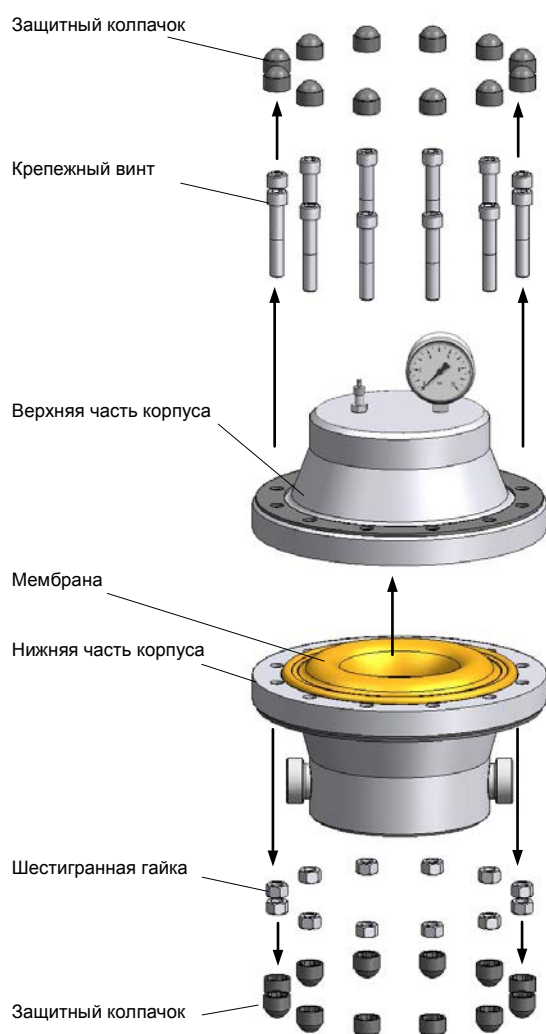

Рис. 24 Замена мембраны (исполнение из пластмассы)
- Поочередно отпустить крепежные винты и снять верхнюю часть корпуса (см. рис. 24).